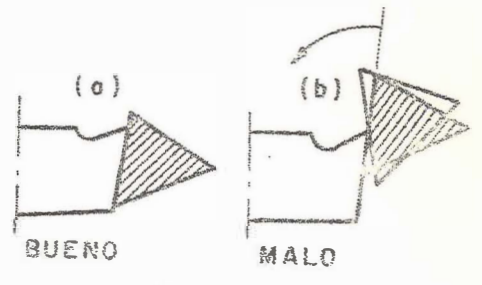

Fig. 3
- Para evitar la deformación de las superficies cerca de la arista se utiliza la piedra como en la fig. 3 (a).